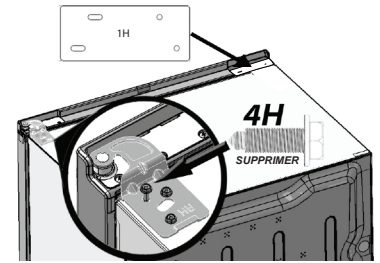

Fig. 10
8. a. Retirez la vis extérieure avant de la charnière supérieure (Fig. 10) à l'aide d'une clé à douille de  $\frac{5}{16}$  po ou d'une clé à mollet et conservez-la pour plus tard. Repérez le support 1H et placez-le sur le dessus de l'appareil à utiliser à l'étape 8d.